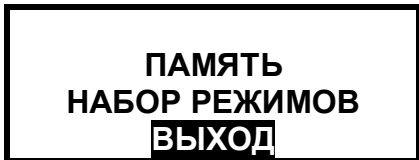

Рисунок 2.3.1 – Общие опции меню
- в опции «НАБОР РЕЖИМОВ» – установка доступных режимов измерений для оперативного выбора при работе (см. рисунок 2.3.1а). Режимы, которые могут быть
Рисунок 2.3.1а - Опция «НАБОР РЕЖИМОВ»